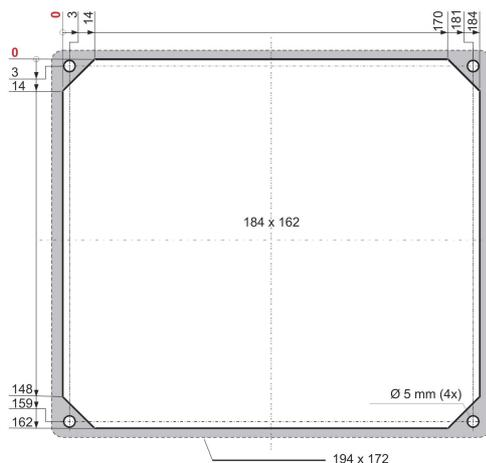

Abb. 11: Montageausschnitt KS 108
- Die Befestigung erfolgt mit vier Stehbolzen (Abb. 11). Für diese sind vier Bohrungen mit einem Durchmesser von 5 mm vorzusehen.